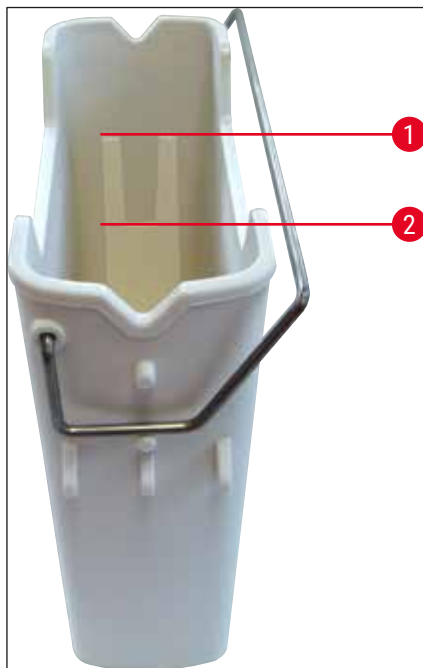

図 67
4. 充填レベルが十分なこと (→ 図 67)、そして試薬にコンタミがないことを確認します。コンタミが見られる場合は、キシレンを交換する必要があります (→ P. 37 – 4.6.3 試薬容器の用意、充填、挿入用待機槽への挿入)。試薬容器をクリーニングした後に再充填します。